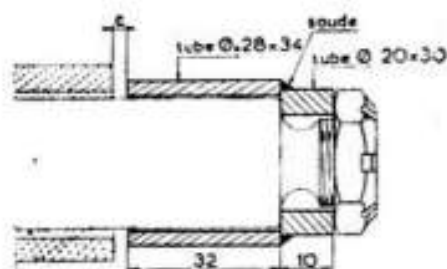

Fig. 16. — Réglage de la position d'un planétaire.
* Utiliser un tube de réglage du type MR-3646-10. (figure 16).
* Faire la différence des deux mesures. Le jeu de fonctionnement doit être compris entre 0,02 et 0,07 mm. Si nécessaire, choisir une autre rondelle de friction (60) parmi les rondelles disponibles (408.467, 408.472, 408.473, 408.474, 508.461, 508.462, 508.463, 508.464) de diamètre 27,75 x 52 mm et d'épaisseurs : 2,05 — 1,81 — 1,93 — 2,17 —